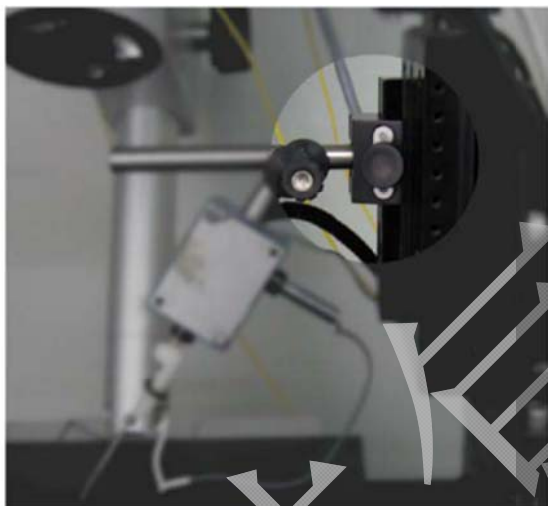

图2.23 连接位移传递架和前置放大器的滑块
- 1) 首先，调整前置放大器角度，在肉眼观察下微电极接近样品上方，通过滑块（图 2.23）降低前置放大器的位置使微电极没入溶液中；